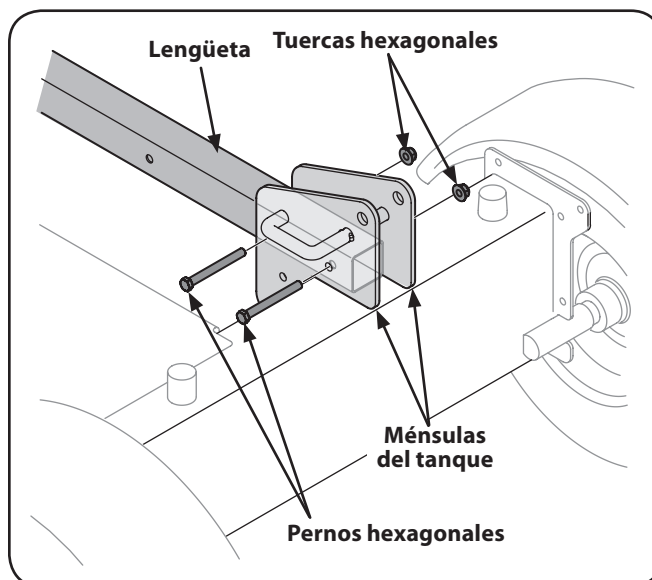

Figura 3-2
9. Con la máquina rompetroncos todavía sujeta a la base de la caja, extraiga dos pernos hexagonales y tuercas hexagonales del soporte del tanque y extraiga el trozo de madera que está en los soportes del tanque. Vea la Figura 3-2.
10. Alinee los orificios de la lengüeta con los orificios del soporte del tanque y fíjela con los elementos de ferretería que se acababan de retirar. Vea la Figura 3-2.